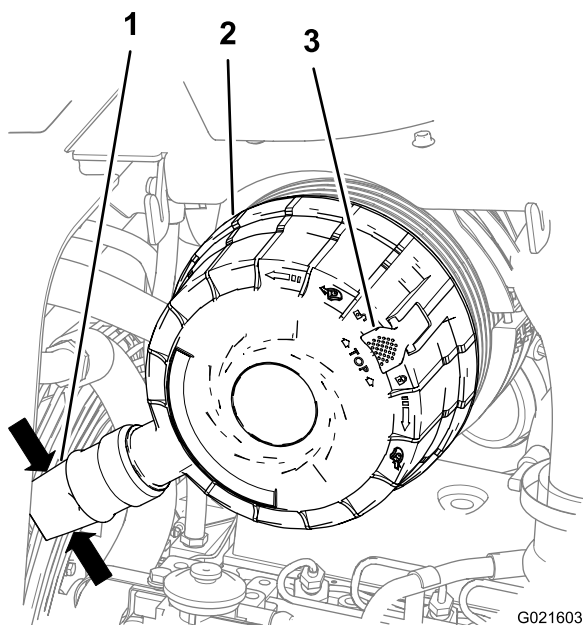

Рисунок 114
3. Сожмите пылезащитный клапан на крышке воздухоочистителя, чтобы удалить любые скопления воды, пыли или грязи из клапана. (Рисунок 114).
5. Потяните защелку крышки воздухоочистителя наружу (Рисунок 114).